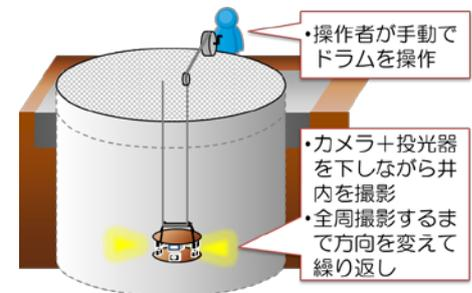

図 1 井内静止画撮影作業イメージ
- (1) 天蓋にロープを固定し専用の治具を吊るす。
- (2) 市販のデジタルカメラと照明を治具に固定する。
- (3) インターバル撮影しながら治具を降下させ、静水槽に達したら引き上げる（図 1）。
- (4) 1 回の昇降で 4 方向、計 3 回で 12 方向を撮影して作業完了。